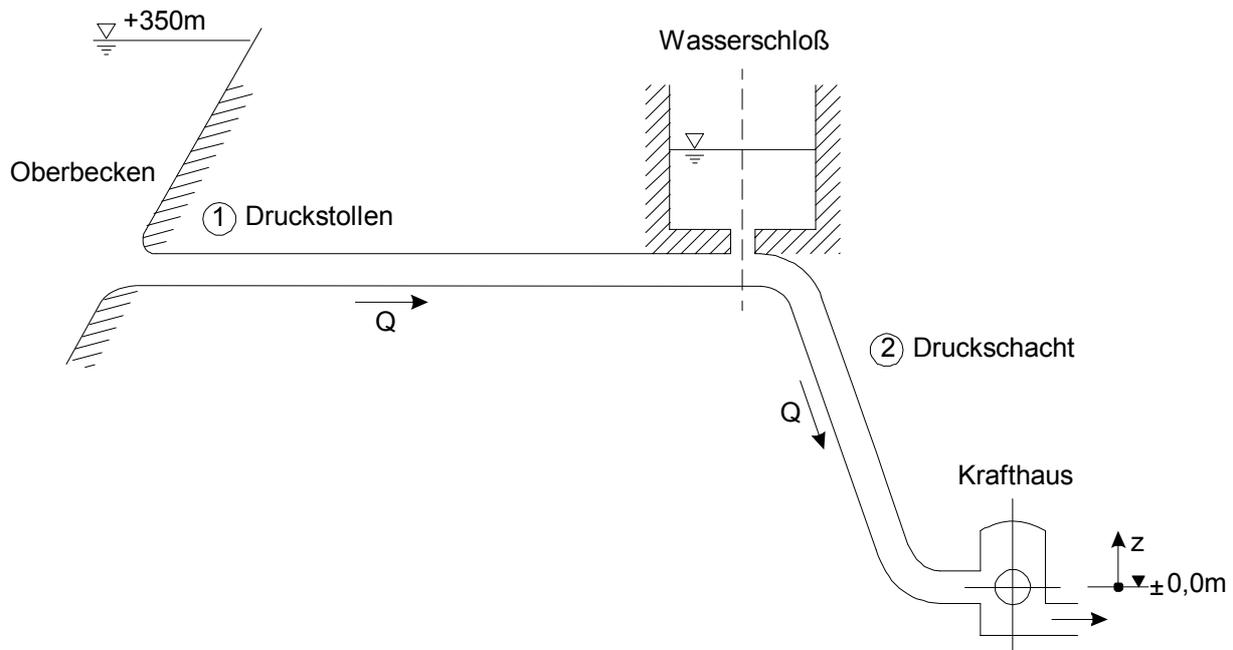

Abb. 8.4: Wasserkraftanlage mit Wasserschloß
8.4.1 Skizzieren Sie unter Vernachlässigung aller instationären Effekte und örtlichen Verluste die Energielinie und die Drucklinie in Abb. 8.4.